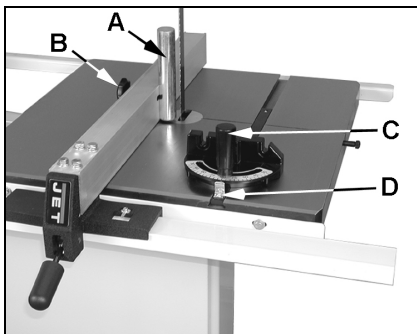

Fig 7
Monter la butée (A, Fig 7) avec la vis de la poignée étoile (B) à la hauteur de la denture de la lame de scie.